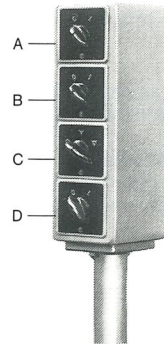

Abb. 6
Abb. 6 zeigt das Schaltpult der Maschine mit dem Hauptschalter (D), dem Sterndreieckschalter (C) und den Schutzschaltern (A+B). Alle Bedienungsschalter sind bequem und zentral angeordnet.